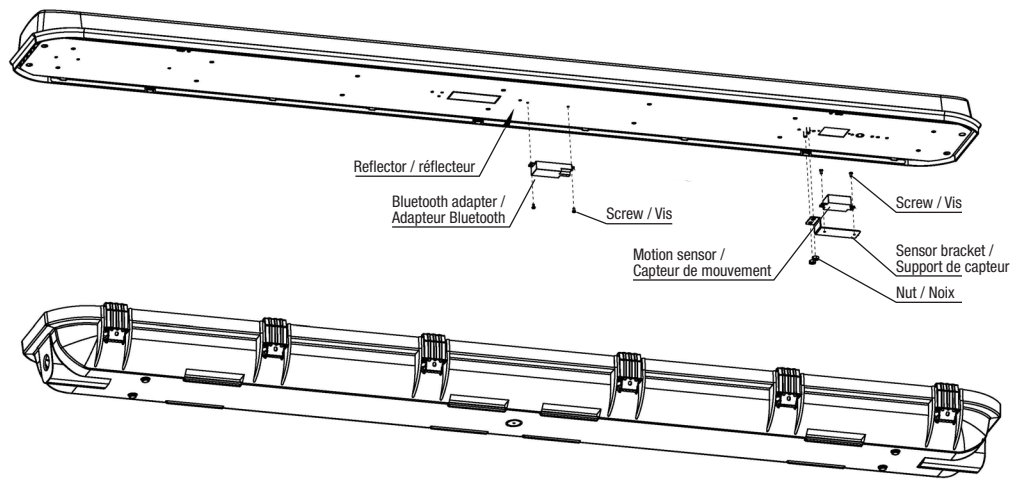

Fig 13
1. Install the bluetooth adapter to the reflector by using the two screws as shown in Fig. 13.
1. Fixez l'adaptateur Bluetooth sur le réflecteur à l'aide des deux vis, comme indiqué sur la figure 13.